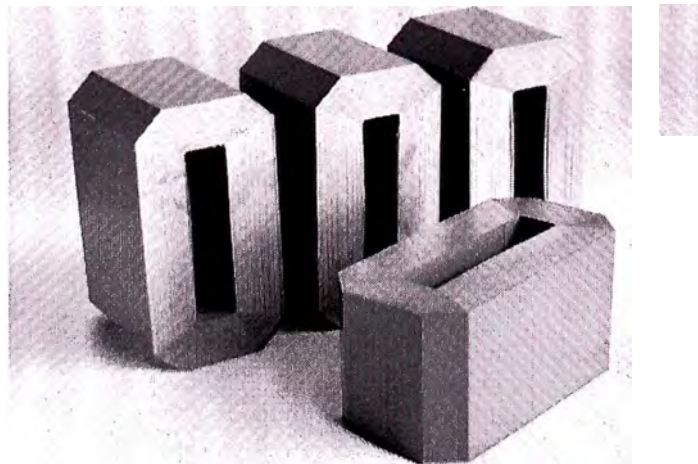

Figura 3.13 Geometría octogonal
- Geometría octagonal, ver figura 3.13.